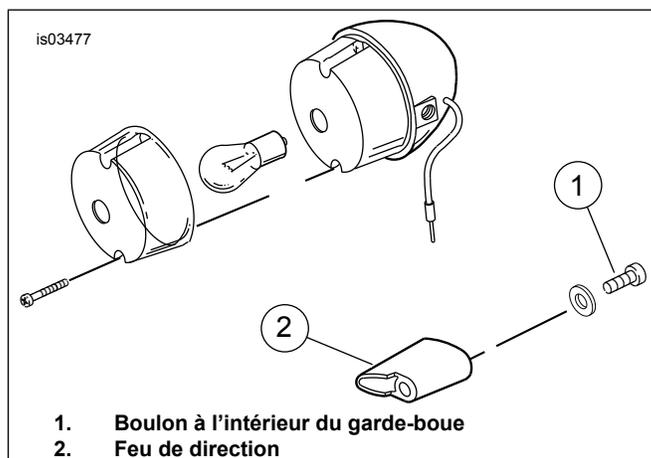

Figure 3. Feu de direction arrière Dyna (support type de style Airfoil)
2. Voir la Figure 3. Retirer le support de lampe existant en retirant le boulon et la rondelle (le cas échéant) à l'intérieur du garde-boue arrière, puis retirer le boîtier d'ampoule du support. Conserver la visserie pour l'installation. Jeter le support.